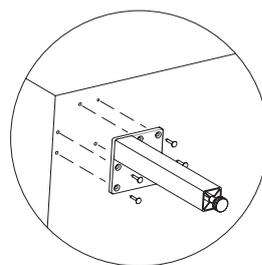
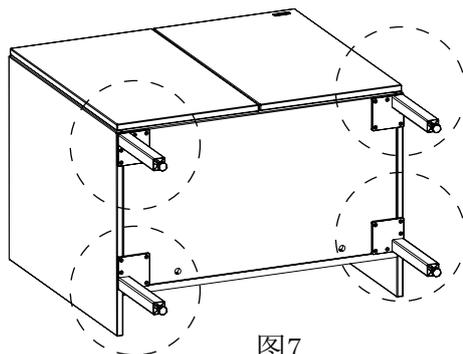

图6
图7
2). 如图6, 在浴室柜底板预留螺钉孔位安装4只支脚。(支脚安装方向见示图7, 圆圈内示意)